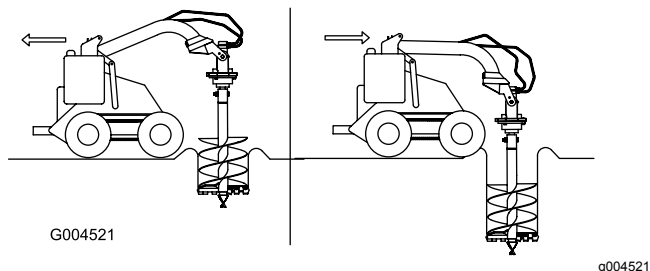

Figura 10
- Abbassate la trivella lentamente mentre il terreno viene smosso. Mentre scavate più in profondità, spostate l'unità motrice indietro o in avanti, come necessario per mantenere la trivella verticale (Figura 10).